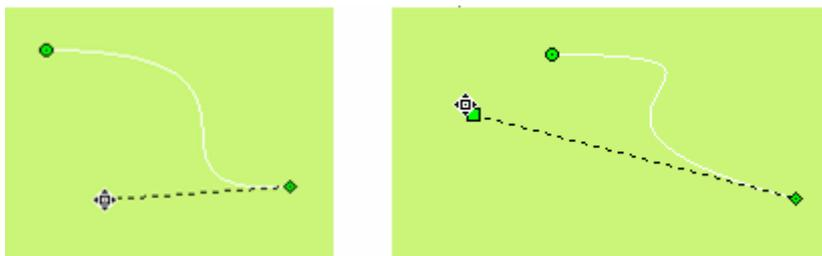

图 4-30 曲线操作
- 如上图, 此时画出来的图形的起点是一个绿色小圆点, 终点是一个菱形小点, 这样初步的曲线/圆弧已经画好。把鼠标移到起点或终点, 会出现一条虚线, 虚线的终点是一个正方形小点, 移动鼠标到该点, 鼠标变成  形状, 按下鼠标左键不动, 移动鼠标到合适位置, 然后松开即可画出工程画面所需曲线的弧度。还可以移动起点或终点到合适的位置。如图 4-30 所示: